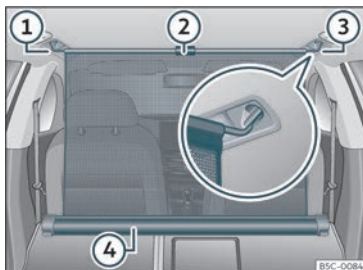

Fig. 124 Na bagageira: rede de separação fixa com os encostos do banco traseiro rebatidos.
- Puxe a aba para cima >>> **Fig. 124 ②** para tirar a rede da carcaça >>> **Fig. 124 ④**.
- Prender a rede de separação do lado esquerdo ou direito >>> **Fig. 124 ③** (imagem ampliada).
- Prender a rede de separação no alojamento do outro lado >>> **Fig. 124 ①** puxando a barra.
A rede de separação está montada corretamente quando as extremidades em forma de T estão fixas com firmeza nos alojamentos correspondentes >>> **Fig. 124 ③** e **①**.
- Enrole a rede na carcaça >>> **Fig. 124 ④** baixando-a manualmente.